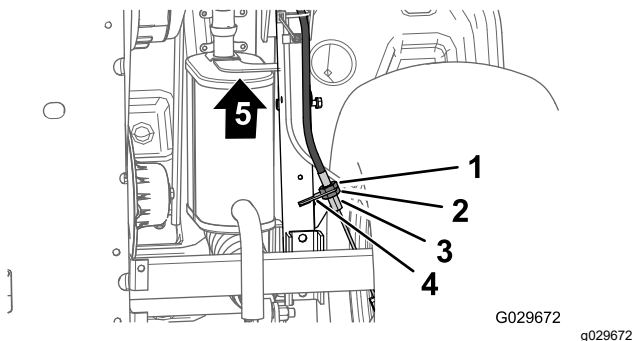

Figura 63
3. Na parte inferior da máquina, desaperte a porca de bloqueio traseira para o ajustador roscado do cabo do travão de estacionamento 4 voltas (Figura 63).
4. Aperte a porca dianteira (Figura 63).
- A. Desaperte a porca de bloqueio frontal (Figura 63) para o ajustador roscado do cabo do travão de estacionamento 1 volta.
- B. Aperte a porca traseira (Figura 63).
- A. Desaperte a porca de bloqueio traseira (Figura 63) para o ajustador roscado do cabo do travão de estacionamento 1 volta.
- B. Aperte a porca dianteira (Figura 63).